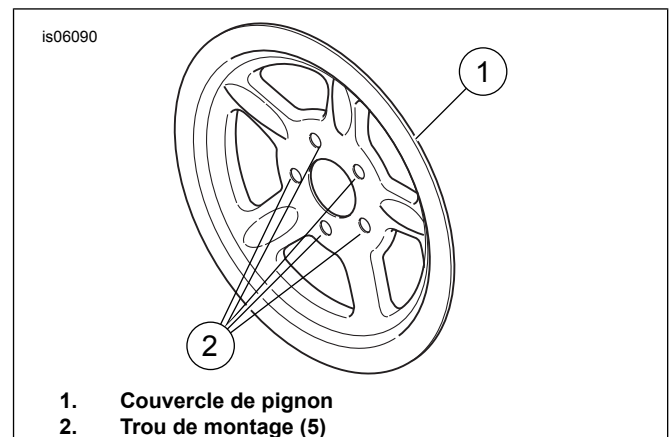

Figure 1. Couvercle de pignon chromé
3. Voir Figure 1. Retirer les cinq vis de montage du pignon.